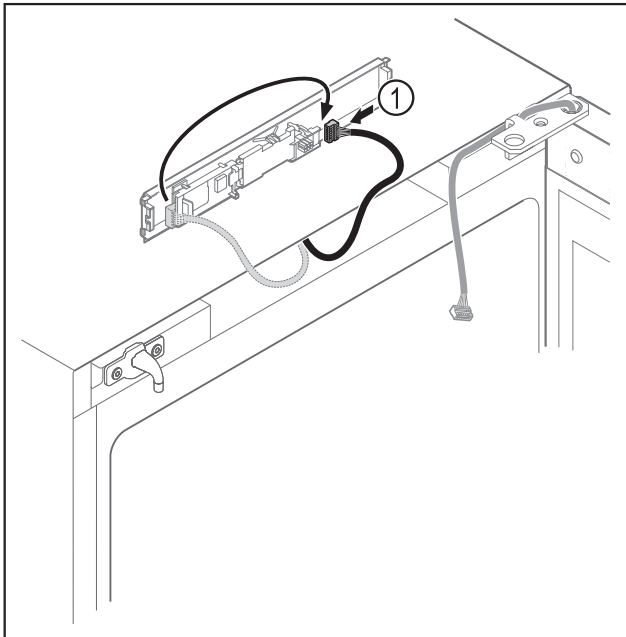

Fig. 16
- Stecker Fig. 16 (1) auf Platine umstecken.